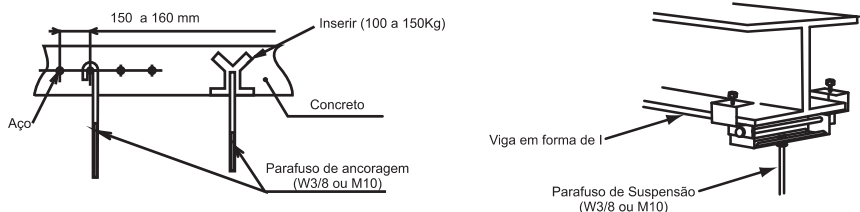

Fig. 3.4 Montagem dos Parafusos de Suspensão
- Monte os parafusos de suspensão, conforme ilustrado na Fig.3.4